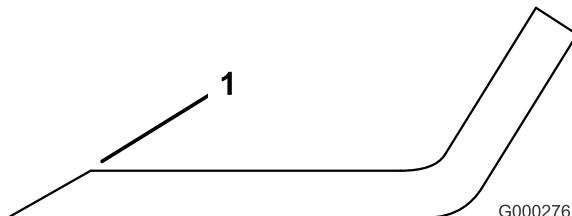

Figure 32
3. Examinez les tranchants de toutes les lames et aiguissez-les s'ils sont émoussés ou ébréchés. N'aiguisez que le haut du tranchant et conservez l'angle de coupe d'origine pour obtenir une coupe nette (Figure 32). Limez la même quantité de métal sur chacun des deux tranchants pour ne pas déséquilibrer la lame.